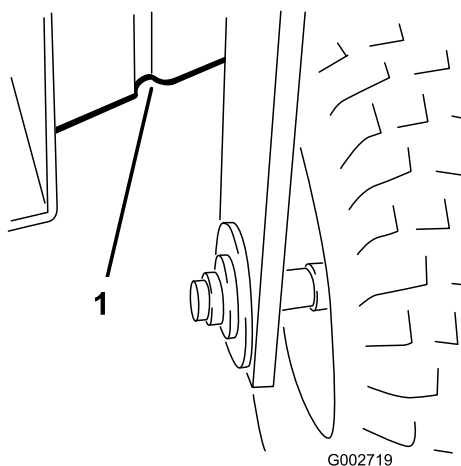

図 20
- ・ 前 — 前輪の後ろのフレームの下部分 (図 20)。